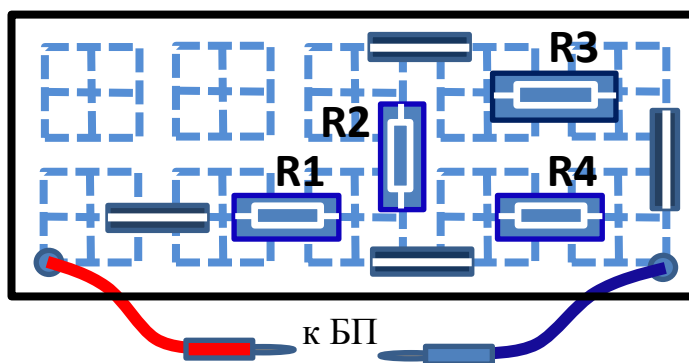

Рис. 14. Блок-схема электрической цепи для проверки правил Кирхгофа.
Нарисуйте в тетради принципиальную схему предложенной блок-схемы (рис. 14.) для одновременного измерения силы тока и напряжения на резисторе R1 (без перемычек, с вольтметром, амперметром и БП). Сопротивления резисторов 6,8 КОм; 1КОм; 330 Ом; 470 Ом (номера резисторов выберите произвольно). Какова сила тока через резисторы в цепи, если напряжение питания 30В? Как будет влиять внутреннее сопротивление амперметра $r_A=100$ Ом на токи в ветвях при последовательном подключении амперметра в разные ветви?
1. Соберите электрическую цепь, блок-схема которой представлена на рис. 14. Переключки выставлять обязательно – вместо них надо будет подключать амперметр. Запишите номиналы резисторов (из предложенного на рабочем месте набора) в табл. 4.